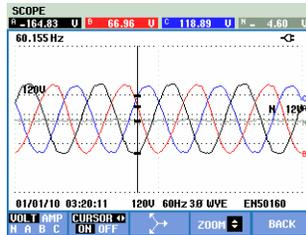

Figure 23-3. Forme d'onde, curseur et zoom activés
- Utilisez les flèches Haut/Bas pour effectuer la même opération verticalement (comme l'illustre la figure 23.3).